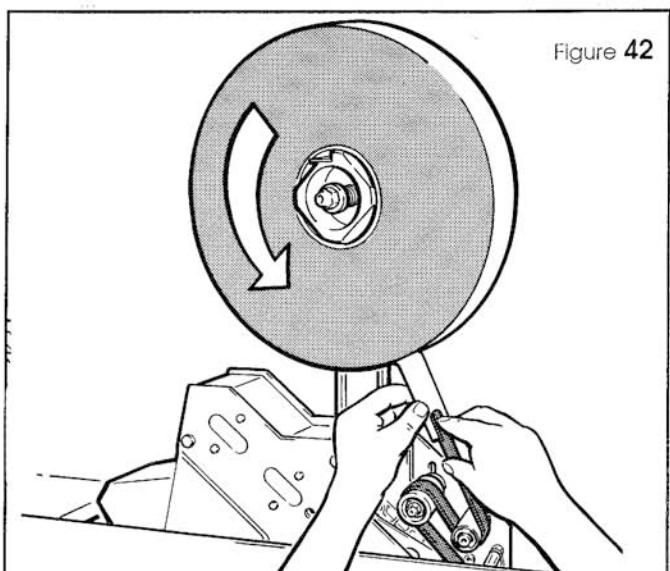

Figure 42
Maak het begin van het plakband goed vast aan het uiteinde van de doorsteeknaald, zoals in Figure 42 getoond wordt.
- Retirer la tête inférieure du tapis du convoyeur et la placer sur une table Figure 42.
- Maak nu het uiteinde van het plakband aan de onderkant van de doorsteknaald vast (zie Figure 42).